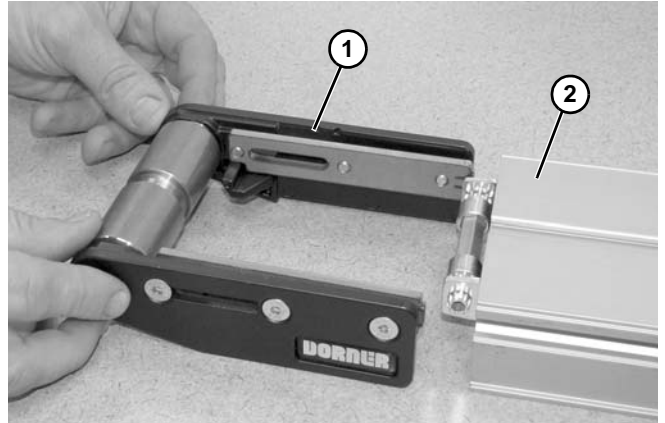

Figura 97
2. Retire el cabezal tensor (**Figura 97, artículo 1**) deslizándolo y sacándolo del transportador (**Figura 97, artículo 2**).